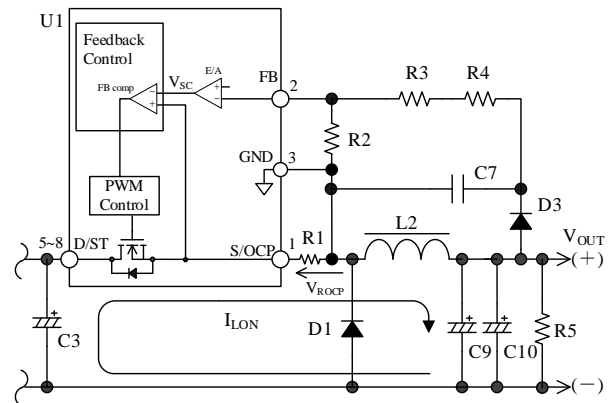

図 10-5 FB 端子周辺回路 (降圧コンバータ)
出力電圧の定電圧 (CV) 制御は、過渡応答および安定性に優れたピーク電流モード制御を使用しています。本 IC は、電流検出抵抗 R1 の両端電圧 ( $V_{ROCP}$ ) と目標電圧 ( $V_{SC}$ ) を内部の FB コンパレータで比較し、 $V_{ROCP}$  のピーク値が  $V_{SC}$  に近づくように制御します。Feedback Control 回路には、FB 端子電圧をエラーアンプで反転した電圧 (目標電圧  $V_{SC}$ ) が入力されます。(図 10-5、図 10-6 参照)。